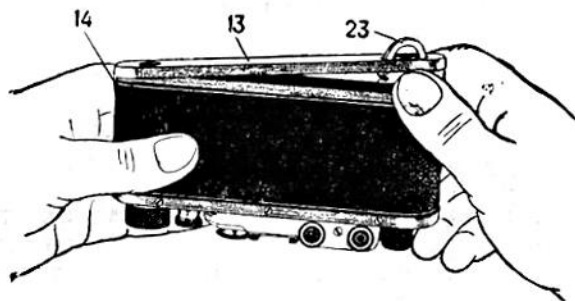

Рис. 2.
23. Замок на нижней крышке (не виден, см. рис. 2).
Возьмите камеру так, как показано на рис. 2. Поднимите дужку замка 23 и поверните ее против часовой стрелки на пол-оборота, чтобы стрелка замка указывала на знак «Открыто».